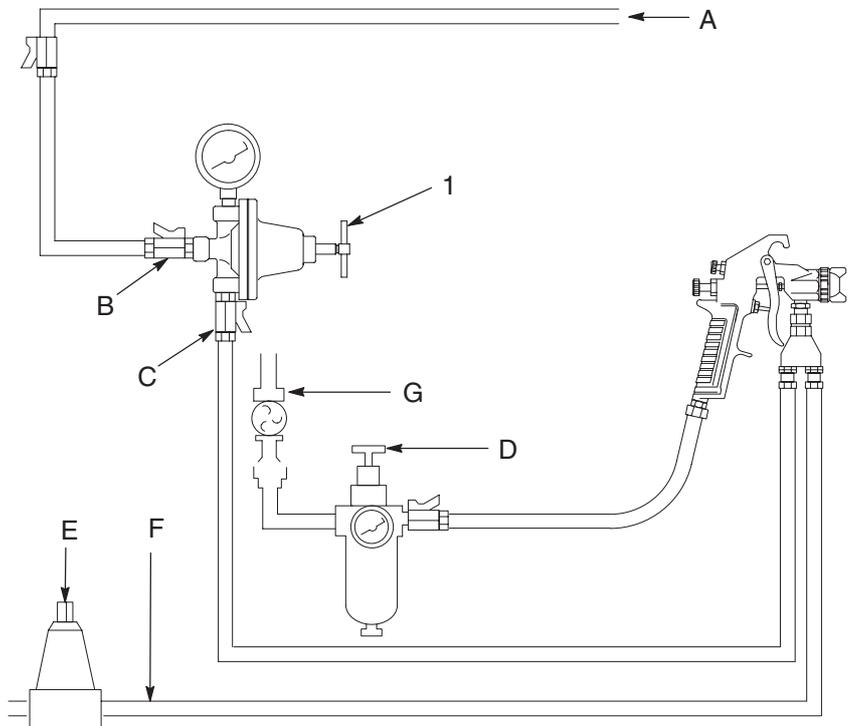

Fig. 1
1. Vea las Fig. 1 y 2 en la página 5. Instale un regulador para cada pistola de pulverización. Monte el regulador en posición vertical para obtener un flujo óptimo y la mínima sedimentación de pigmentos. Si se utiliza un manómetro, debe instalarse verticalmente. Si el regulador se monta horizontalmente, se debe utilizar una pieza acodada para poder colocar el manómetro de forma vertical.
2. Cierre la válvula esférica de entrada del regulador (B). Consulte la Fig. 1, en la página 5.
4. En los reguladores accionados por muelle, gire la llave de ajuste (1) en sentido contrario a las agujas del reloj hasta que se libere la fuerza del muelle.
2. Ponga en marcha la bomba y abra la válvula esférica de entrada del regulador (B) para admitir el fluido. Vea la Fig. 1.
- a. Cierre la bomba y libere la presión en el sistema abriendo la válvula de contrapresión (E) u otra válvula de derivación. Vea la Fig. 1.
1. Apague la bomba. Cierre la válvula esférica de la entrada de aire del regulador. Consulte la Fig. 1, en la página 5.